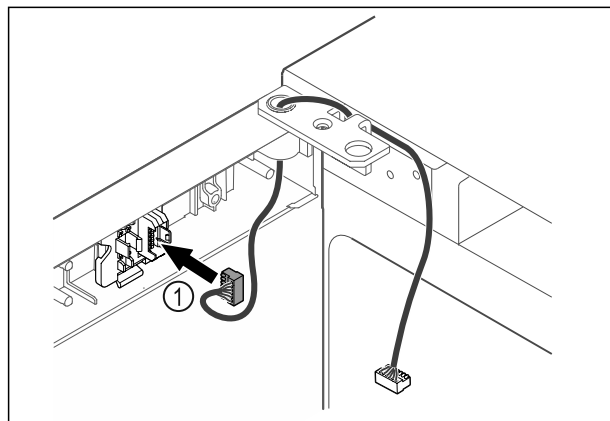

Fig. 46
- Sæt stikket Fig. 46 (1) i stikholderen.